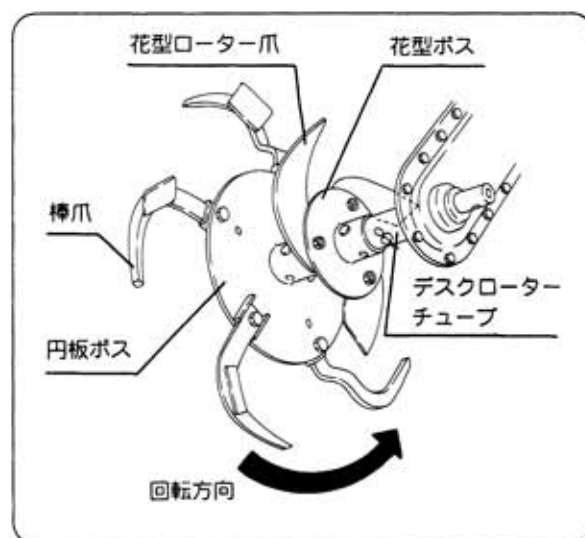

図21
4) 刃受、爪の取付け（図21）
- ① デスクローターチューブを取付けます。
- ② 花型ボスを取付けます。
- ③ 円板ボスを取付けます。